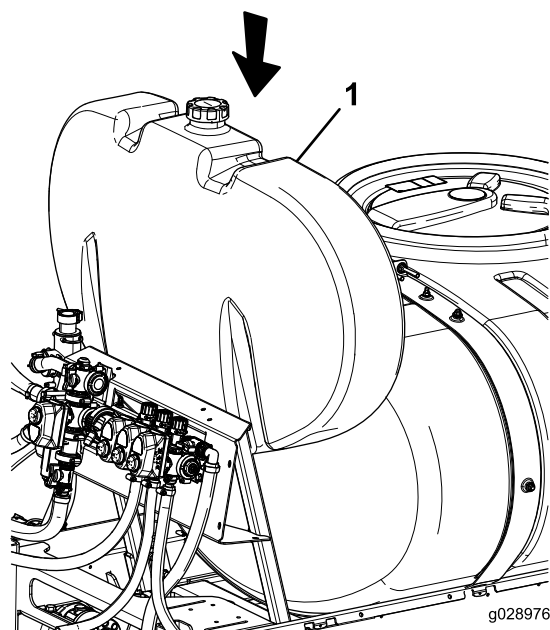

Figura 9
1. Inserite il serbatoio di lavaggio come illustrato nella Figura 9.
2. Montate le fasce del serbatoio di lavaggio sulle fasce del serbatoio posteriori con la bulloneria rimossa in precedenza (Figura 9).